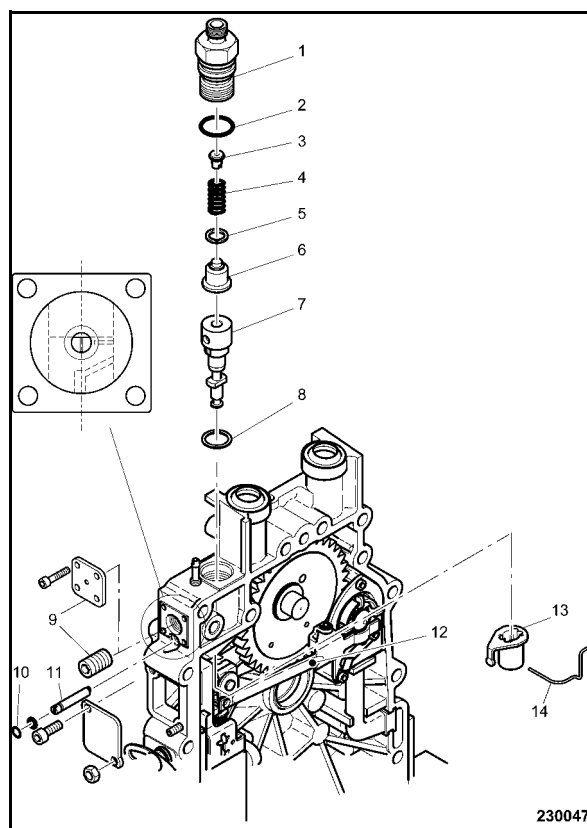
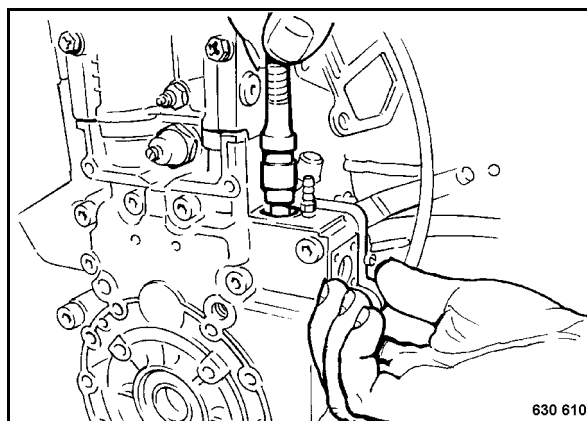

Fig. 79
Fig. 80
- Colocar la arandela espaciadora (8) (Fig. 79).
- Insertar el elemento de bomba (Fig. 80) prestando atención a la correcta posición del orificio de aspiración (taladro con cono) (Fig. 79) y de la paleta del elemento (el número con 400 ó 4. pertenece al lado opuesto del orificio de aspiración).
- Al insertar el conjunto de elementos hay que prestar atención que la paleta del émbolo sumerge también a través del casquillo de regulación (se facilita con ligeros giros de vaivén del casquillo de regulación), y que el gorrón excéntrico (11) entra también en la ranura del cilindro de elementos (Fig. 79).
- Montar las piezas (6...1), apretar el soporte de la válvula de presión (1) sólo ligeramente (aprox. 10 Nm).
- Ahora hay que controlar la posición de la hendidura de arranque hacia el orificio de aspiración (visible por el agujero dónde el tornillo de cierre (9) estaba enroscado).
- La hendidura de arranque se debe encontrar centrado con el orificio de aspiración, o como máximo desplazado por un ancho de hendidura hacia la izquierda. En caso contrario hay que retirar el capuchón (10) con una punta trazadora, y corregir la posición girando el excéntrico (11).
- Si en el proceso el orificio de aspiración se para demasiado lejos del centro, entonces hay una avería de la palanca de cambio (12), y esta se debe reemplazar.